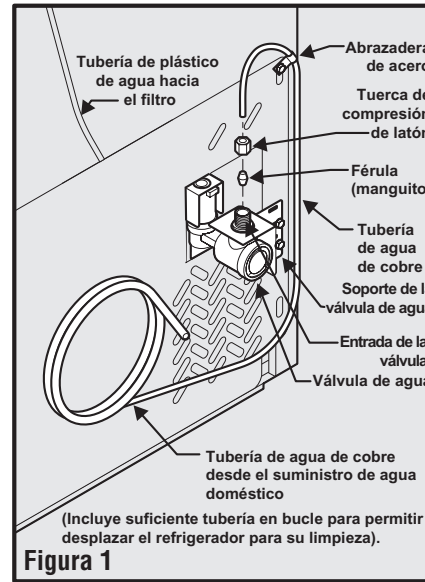

Figura 1
4. Si usa tuberías de cobre: deslice la tuerca de compresión de latón y luego la férula (manguito) en la tubería de suministro de agua. Empuje la tubería de suministro de agua hacia dentro de la entrada de la válvula de agua lo más posible (1/4 de pulgada). Deslice la férula (manguito) en la entrada de la válvula y apriete manualmente la tuerca de compresión en la válvula. Apriete otra media vuelta con una llave; NO apriete en exceso. Vea la Figura 1.